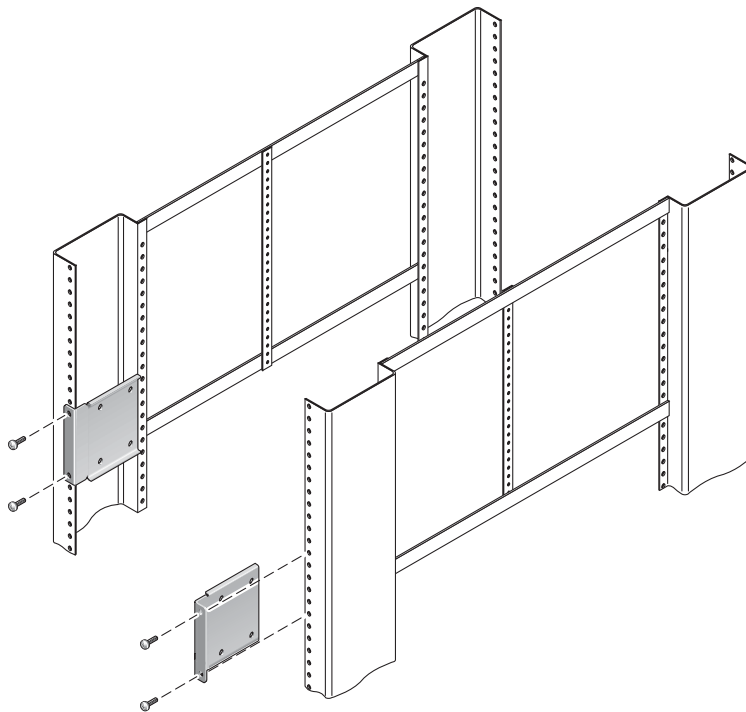

图 3-10 将短托架固定到机架前端
7. 将每个短托架抬到机架前端的所需位置，然后分别将短托架安装到机架前端的立柱上（图 3-10）。